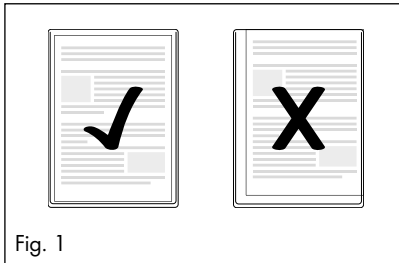

Fig. 1
- ▶ Veillez à ce que toutes les bordures du document aient au moins deux millimètres d'écart par rapport au bord de la pochette à plastifier, comme indiqué sur la fig. 1.